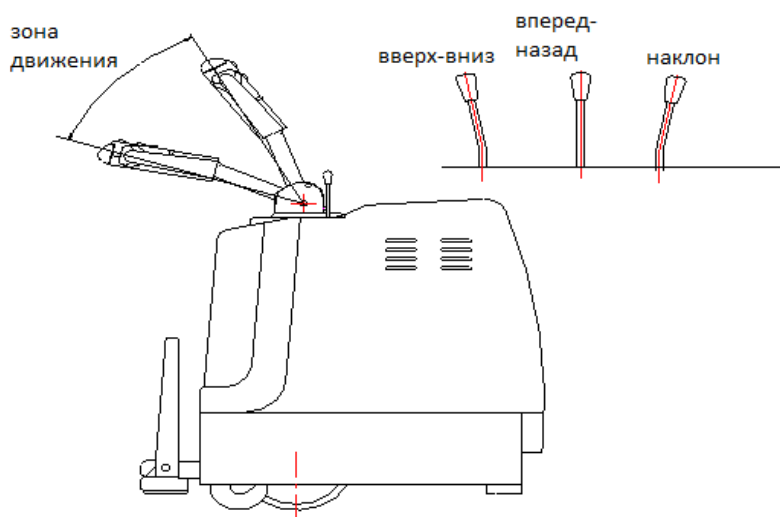

Рис.2
3. Проверьте, исправен ли тормоз штабелера. Проверьте подъем, опускание, выдвижение вил вперед и назад, а также движение штабелера вперед и назад, чтобы убедиться, что он нормально функционирует. Проверьте, нормально ли работает аварийный обратный ход штабелера, с помощью метода, указанного на рис.2
1. Примечание. Боковой магнитный тормоз установлен на конце вала двигателя ведущего колеса, а на вращающемся валу рабочего поворотного рычага установлены кулачок и толчковый переключатель. Только когда поворотный рычаг находится под углом $30^\circ \pm 20^\circ$ (как показано на рис.2), штабелер может работать и передвигаться. При изменении угла наклона штабелер затормаживается. В этом случае штабелер может поднимать, опускать и перемещать грузы вперед и назад. При подъеме, опускании и перемещении грузов штабелер не может передвигаться, как показано на рис.2.